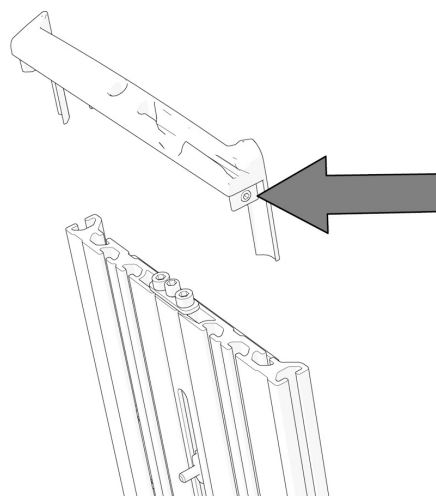

Bild 105. Ryggstödsprofilens ändkåpa fixeras av en skruv på vänster resp. höger sida.
4. Återmontera ryggstödsprofilens ändkåpa genom att trycka den rakt in i profilens ände. Fixera kåpan genom att dra åt skruven på vänster resp. höger sida. Se bild. 105.